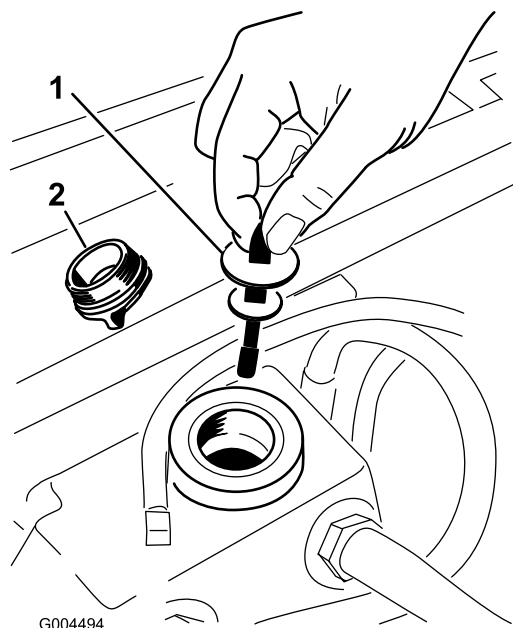

Figure 70
3. Enlevez le bouchon (Figure 70) du goulot de remplissage du réservoir hydraulique.
4. Retirez la jauge et essuyez-la sur un chiffon propre (Figure 70).
5. Remettez la jauge dans le goulot de remplissage, sortez-la de nouveau et vérifiez le niveau de liquide (Figure 70).